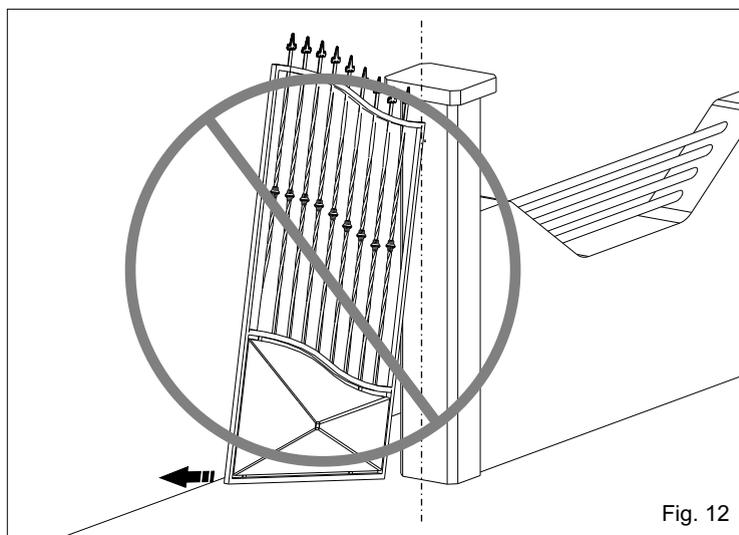
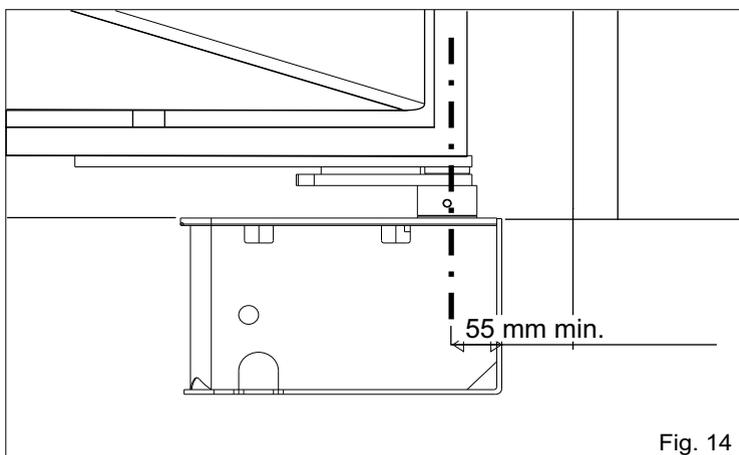

Fig. 12
Fig. 14
3.3. Faire beaucoup d'attention de ne pas positionner le vantail au dehors des axes (Fig. 12 et 13), mais faire de manière que l'arbre coïncide avec l'axe de rotation de la charnier en tenant compte que la distance minimum de la colonne est de 55 mm (Fig. 14).